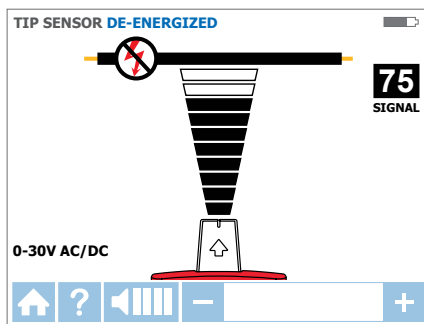

Figura 3.2c
2. Selecione modo SENSOR DE PONTA Desenergizado, utilizando as setas direcionais para destacar este modo de operação e pressionando o botão amarelo "ENTER". A tela aparecerá como mostrado na Figura 3.2c.